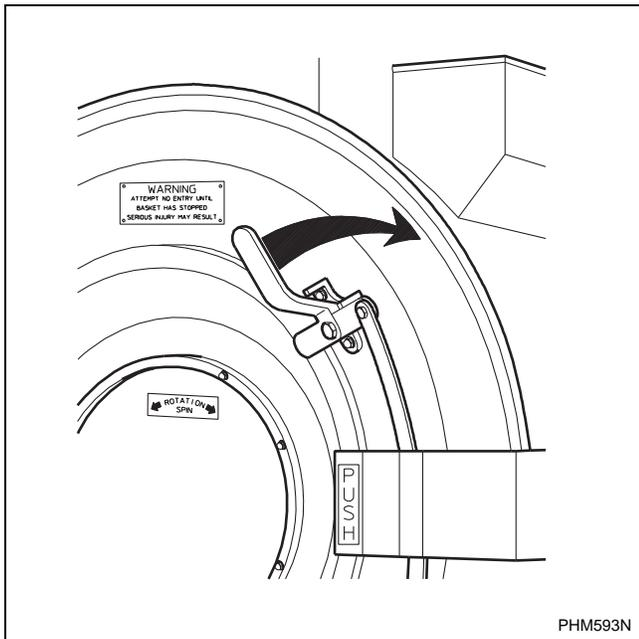

Figura 15
4. Gire el asidero de la puerta en el sentido de las agujas del reloj, y tire de la puerta hacia la izquierda para abrirla. La puerta debe abrirse en un periodo de cinco segundos tras pulsar el botón de desbloqueo de la puerta. Consulte la *Figura 15*.